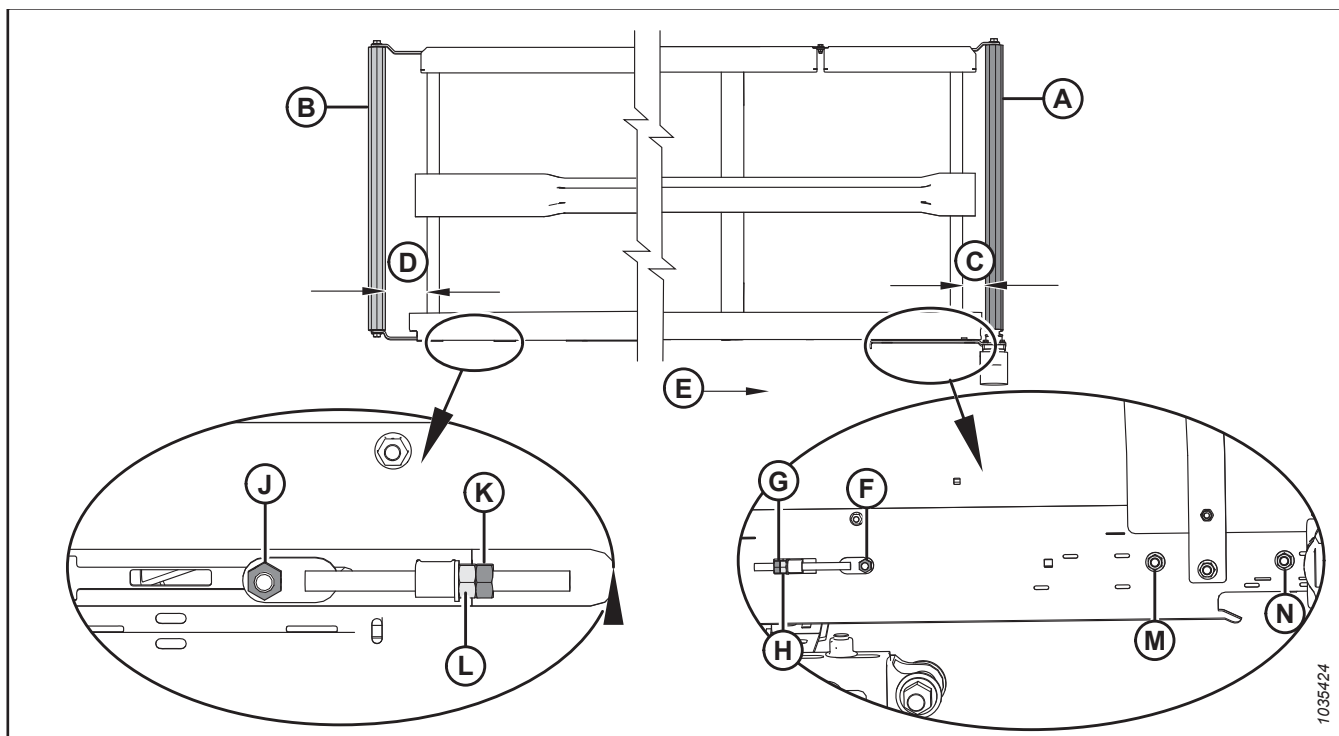

Рисунок 5.93: Регулировка хода полотна — левое полотно
2. Отрегулируйте приводной ролик (А), чтобы изменить параметр С (см. таблицу 5.11, страница 300 и рисунок 5.93, страница 300), выполнив следующее.
- a. Ослабьте гайки (F), (M) и (N), а также контргайку (G).
- b. Поверните регулировочную гайку (H).
- c. Затяните гайки (F), (M) и (N), а также контргайку (G).
3. Отрегулируйте натяжной ролик (В), чтобы изменить параметр D (см. таблицу 5.11, страница 300 и рисунок 5.93, страница 300), выполнив следующее.
- a. Ослабьте гайку (J) и контргайку (K).
- b. Поверните регулировочную гайку (L).